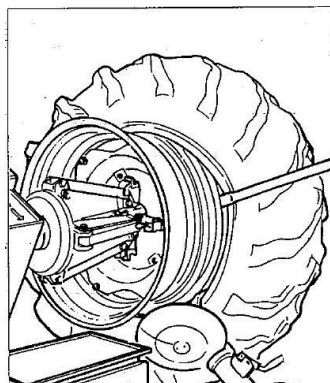

Рис. 7.12
- 13) Вставить рычаг LA между ободом и бортом шины справа от монтажной головки (см. рис. 7.12).